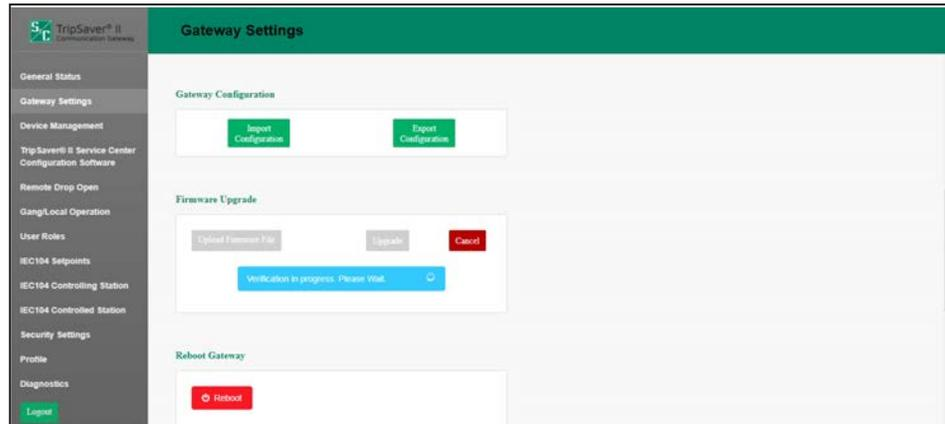

Figura 32. Barra de mensagem informando verificação de firmware.
**PASSO 5.** Com o carregamento do firmware 100% realizado, o gateway de comunicação inicia um processo de verificação para confirmar sua validação pela S&C Electric Company. Ver Figura 32.